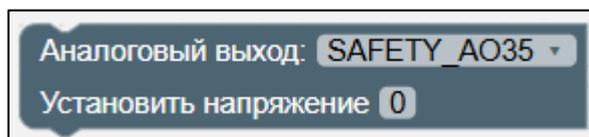

Рисунок II-36 – Блок «Аналоговый выход. Установить напряжение»
9. Блок «Аналоговый выход. Установить напряжение» (см. Рисунок II-36).